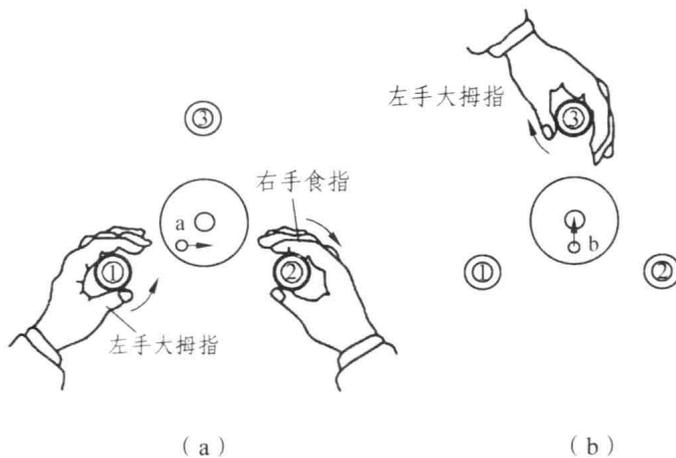

图 2.1.2 圆水准器的整平
概略整平是借助圆水准器的水准仪各部件名称及作用使仪器竖轴大致铅直，从而使视准轴粗略水平。如图 2.1.2 (a) 所示，气泡未居中而位于 a 处，则先按图上箭头所指的方向用两手相对转动脚螺旋①和②，使气泡移到 b 的位置，如图 2.1.2 (b) 所示。再转动脚螺旋③，即可使气泡居中。在整平的过程中，气泡的移动方向与左手大拇指运动的方向一致。